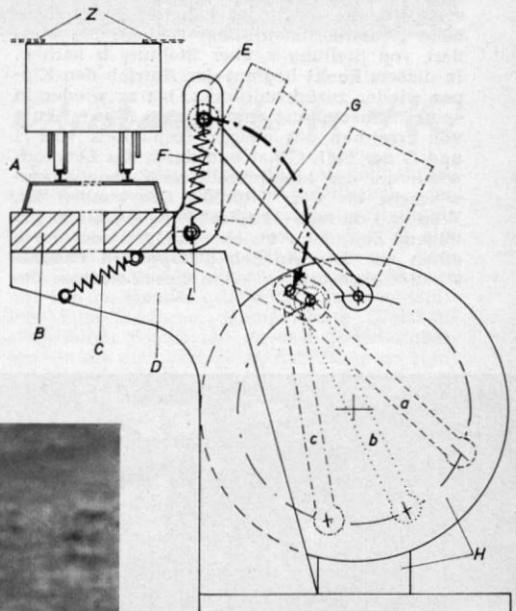

Abb. 3. Zeichnung des Kipper-Antriebes in $1/2$ H0-Größe. Funktionsbeschreibung siehe Text.
kelblech, dessen Schenkel E (Abb. 3) an seinem oberen Ende ein Langloch hat. In diesem ist eine Zugstange G gelagert, die von dem großen Rad eines Wiad-Fahrstuhlantriebs 316 B (H in Abb. 3) bewegt wird. Wenn der Wagen gekippt werden soll, dann wird der Motor dieses Antriebes eingeschaltet; das große Rad beginnt sich zu drehen und zieht die Stange G aus der ausgezogenen gezeichneten Stellung in die gestrichelt gezeichnete Stellung a. Dabei wird zwangsläufig auch der Winkelhebelarm E und mit diesem folglich auch das ganze Kippgleis samt Wagen mitgenommen und in die ebenfalls gestrichelt gezeichnete Stellung gekippt. Die Haltelaschen Z hindern den Wagen am Herausrutschen.
Abb. 3 (unten). Die Fehler in der Gleislage werden mit dem sogenannten Vorwagen (1) abgetastet und mittels drei Infrarot-Richtsendern auf die Auswerte-einrichtung (6) übertragen. Der Vorwagen wird durch die Schubstange (2) beim Einsatz ständig in gleichbleibendem Abstand vor der Maschine hergeschoben. Die ermittelten Fehler- bzw. Korrekturwerte werden auf die Mechanik der Richtzylinder (5) übertragen, deren Richtrollen den Schienenkopf von beiden Seiten umfassen, ggf. das Profil samt Schwellen anheben sowie seitlich verrutschen. Auch wenn es sich dabei nur um Millimeter handelt, bedingen diese Richtarbeiten einen gewissen Kraftaufwand. Deshalb befindet sich im Fahrzeug (8) ein 150-PS-Dieselmotor, der gleichzeitig auch der Fortbewegung dient. Bei den Richtarbeiten stützt sich die Maschine nicht nur auf ihre Achsen, sondern – über den verstrebten Ausleger (4) – zusätzlich noch auf die Abstützachse (3) ab. Nach dem Richten der Gleise können gleichzeitig zwei Schwellen mit der ebenfalls automatisch gesteuerten Stopfeinrichtung (7) gestopft werden. Am Ende der Maschine wird ein weiterer „Meßwagen“ (9) nachgeschleppt, der auf dem bereits ausgerichteten Gleis als Bezugspunkt für die weiteren Gleismessungen dient. – In der Zeichnung ist übrigens eine bereits weiterentwickelte Maschine gezeigt (s. „Anbau“).
Das Original zählt unter den modernen Gleisbaumaschinen zu den richtungsweisenden Konstruktionen. Um das Modell auf der Modellbahnanlage richtig einsetzen zu können, dürfte vielleicht den einen oder anderen Modellbahner die Funktionsweise dieser Maschine interessieren. Wir haben deshalb im Text zu Abb. 3 die Arbeitsweise kurzgefaßt erläutert (nachdem Roskopf es leider versäumt hat, jeder Packung eine nähere Beschreibung nebst Skizze beizulegen):
DB-modern: Fast wie eine Zukunftsvision mutet dieser Entwurf für eine aufgeständerte Bahnstrecke durch das Stadtgebiet von Oldenburg an. (Das 34-Millionen-Projekt ist übrigens bereits im Bau.) Verblüffend ist die Ähnlichkeit mit den Stützen nach Abb. 3 auf Seite 41.
Abb. 3. Wie sich die Bilder gleichen: aufgeständerte Fahrbahnen, wie sie für Leitschienenbahnen vorgesehen sind und im Modell nachgebildet werden können. Für die eigentliche Fahrbahn eignen sich die handelsüblichen Straßenstücke von Faller, Rasantu.a.